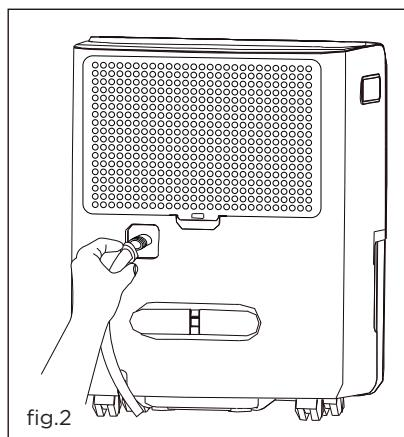

fig.2
- c. Inserte el extremo roscado hembra de la manguera en el conector de drenaje de la unidad. (fig. 2)